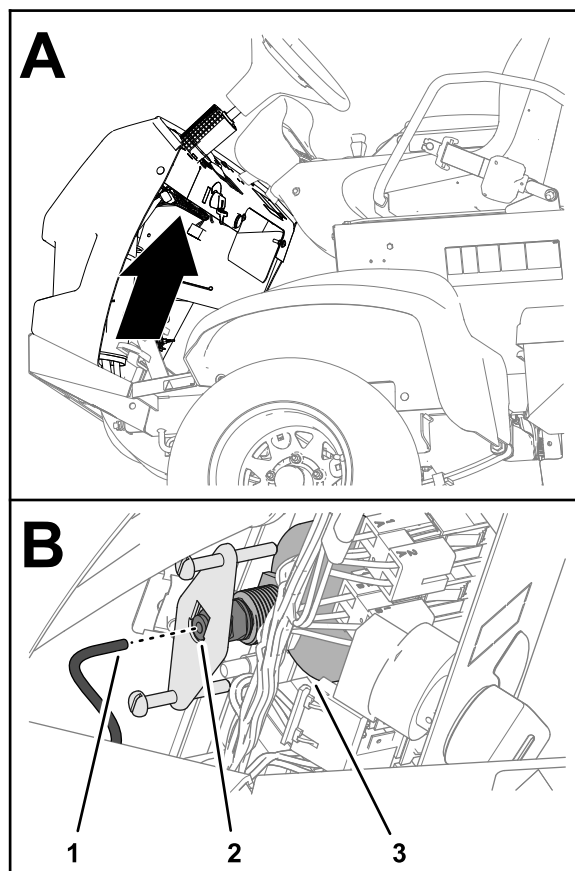

图 128
5. 从压力表背面取下管子并将管子的一端放入一个容器内图 128。